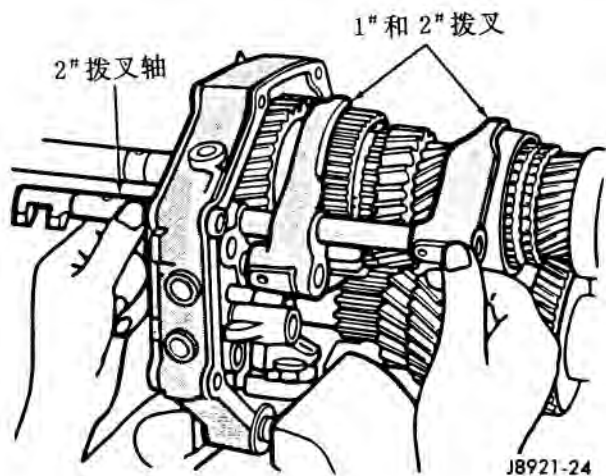

图 24 拆卸 1-2 档和 3-4 档拨叉和 2nd 拨叉轴
(10) 拆下 2[#]拨叉轴和 1-2 档拨叉和 3-4 档拨叉 (图 24)。